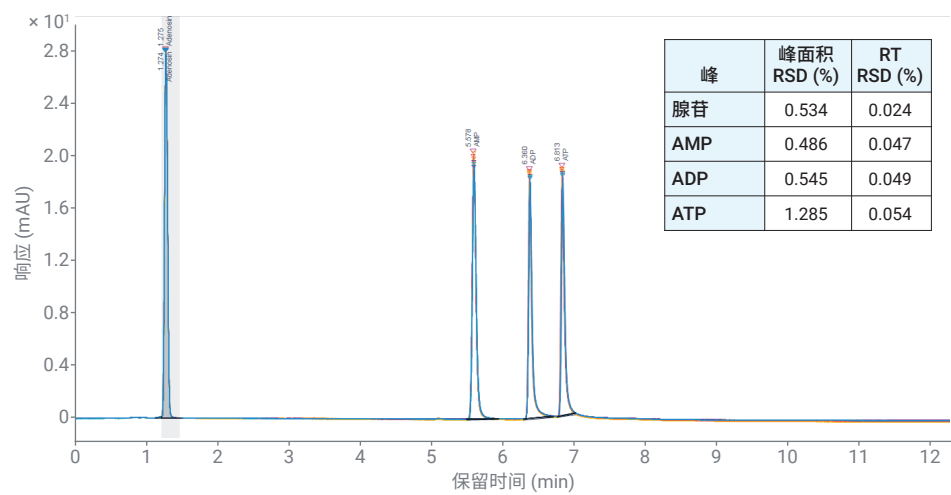

图 2. 使用 Agilent 1260 Infinity II Prime 生物液相色谱仪通过七次连续运行分离核苷酸
使用 Agilent 1260 Infinity II Prime 生物液相色谱仪进行的第二个分析流程结果如图 2 所示。与使用 1260 Infinity II 生物惰性液相色谱仪获得的结果相同，四个峰均实现基线分离，并且峰形良好，保留时间 (RT) 和峰面积的相对标准偏差 (RSD) 较低。由于低扩散系统使腺苷峰形更尖锐，因此与三个磷酸化核苷酸峰相比，腺苷峰的强度更高。然而，四个核苷酸峰的峰面积百分比与 1260 Infinity II 生物惰性液相色谱仪获得的峰面积百分比相当，表明两种系统在核苷酸分析方面性能相当。由于本研究使用的 1260 Infinity II 生物惰性液相色谱系统配备了 DAD，与其他配备 VWD 的系统相比，峰强度总体上更高。